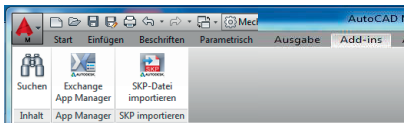

Bild 1
Wenn Änderungen in der Anzahl der Register und der Werkzeugkästen vorgenommen werden sollen, ist folgende Vorgehensweise zu wählen: Werkzeugkasten mit der [**⌘**] anklicken. Auswahlmenü Registerkarten und Gruppen (s. Bild 1) klappt auf. Im entsprechenden Flyoutmenü die individuelle Auswahl [**⌘**] (s. Bild 2 und 3) aktivieren.
2. Mit der Pick-Box  (Löschen anklicken. Fadenkreuz wird zur Pick-Box), die einzelnen Elemente anfahren (hierbei wird die Linie dicker) und mit [L] bestätigen (s. Bild 1). Die aktivierten Linien wechseln nach Bestätigung mit der [L] zur blauen Linienfarbe (s. Bilder 1 und 2).
1. Mit dem Fadenkreuz die einzelnen Elemente anfahren (hierbei wird die Linie dicker) und mit der [L] bestätigen (s. Bild 1). Die aktivierten Linien wechseln nach Bestätigung mit der [L] zur blauen Linienfarbe, die Referenzpunkte Zentrum und Endpunkte werden als blaue gefüllte Quadrate angezeigt (s. Bilder 1 und 2).
2. Mit der Pick-Box  z. B. unten links in die Bildebene fahren und den Anfangspunkt mit [⌘L] bestätigen. Die Maus nach **rechts oben** ziehen. Es entsteht ein blau ausgefülltes Rechteck (s. Bild 1).
1. Mit dem Fadenkreuz z. B. unten links in die Bildebene fahren und den Anfangspunkt mit [⌘L] bestätigen. Die Maus nach **rechts oben** ziehen. Es entsteht ein blau ausgefülltes Rechteck (s. Bild 1).
2. Mit der Pick-Box  z. B. oben rechts in die Bildebene fahren und den Anfangspunkt mit der [⌘L] bestätigen. Die Maus nach **links unten** ziehen. Es entsteht ein grün ausgefülltes, gestricheltes Rechteck (s. Bild 1).